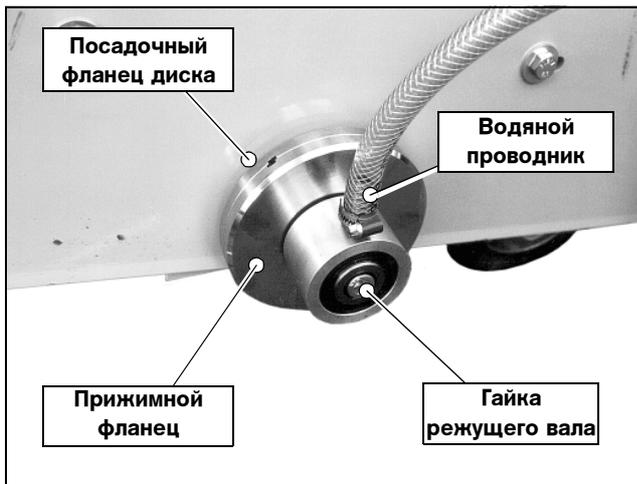
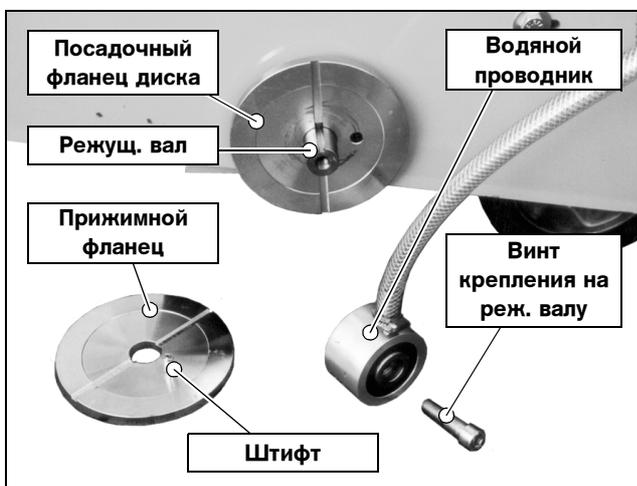

Рис. 4.14 Фланец крепления
Рис. 4.15 Разобранный фланец крепления
5. Отверните винт режущего вала (Рис. 4.14) и снимите водяной проводник и прижимной фланец диска с режущего вала (Рис. 4.15).